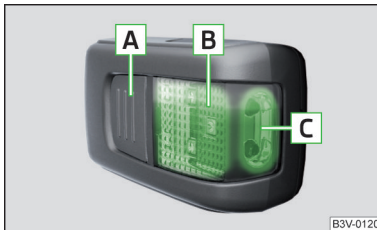

Abb. 155
#### Beschreibung der Leuchte » Abb. 155
- › Zum **Einschalten** der herausgenommenen Leuchte die Taste **A** drücken » Abb. 155. Durch erneutes Drücken wird die Leuchte **ausgeschaltet**.
Wird die Leuchte nicht ausgeschaltet und korrekt in die Halterung eingesetzt, dann werden die LED-Leuchtmittel im vorderen Teil der Leuchte **C** » Abb. 155 automatisch ausgeschaltet.